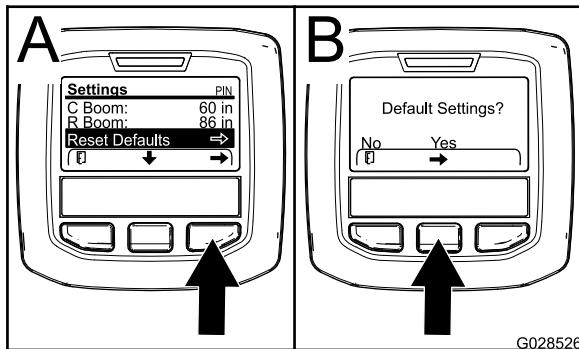

Figura 74
1. Pulse el botón de selección central para ir a la opción Restablecer ajustes predeterminados (Figura 74).
3. En la pantalla Ajustes predeterminados, pulse el botón de selección izquierdo para NO o el botón de selección derecho para Sí (Figura 74).